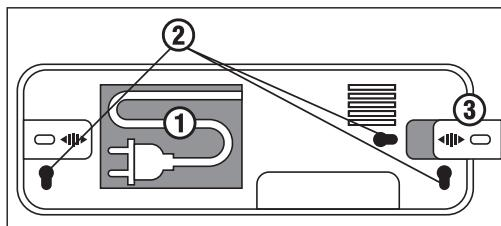

Рисунок 1.
- Извлеките сетевой провод **①** (рис.1).
- Наметьте место будущей установки светильника по основным **②** или дополнительным выдвижным **③** петлям (рис.1) и просверлите 2 отверстия.